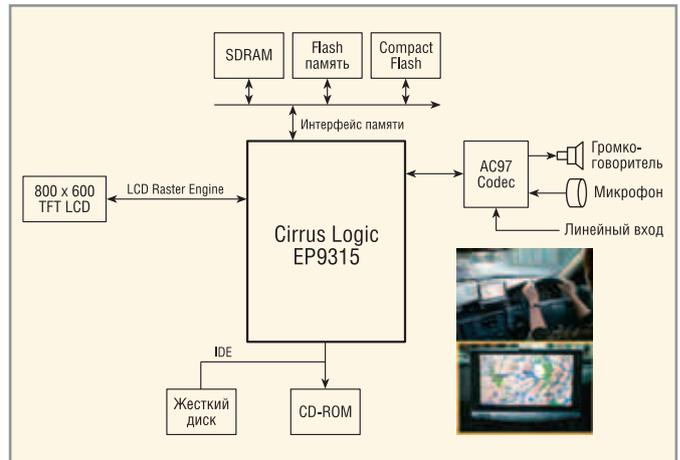

Рис. 6. Автомобильная система навигации на МК EP9315
- автомобильная система навигации на EP9315 (рис. 6),